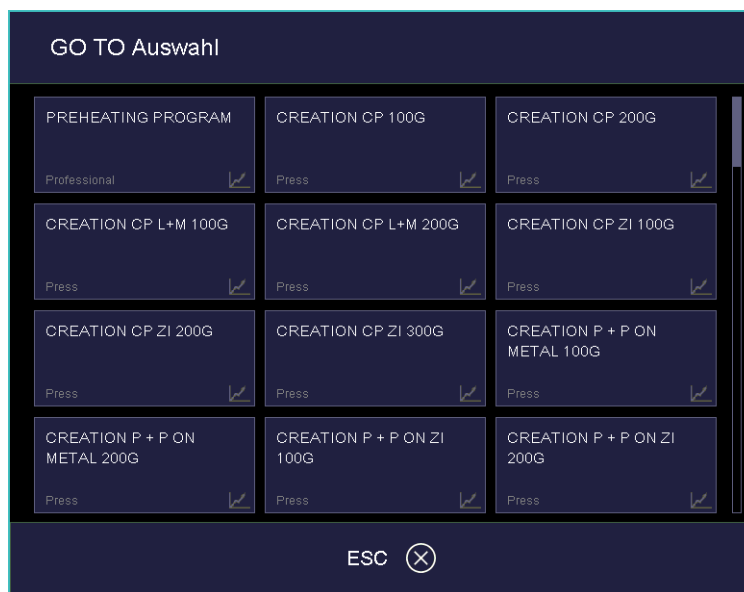

Fig. 5-8 Fenster "GOTO Auswahl" (Beispiel)
• [GO TO]	Öffnet das Fenster "GO TO Auswahl". Siehe Fig. 5-8. Sie können ein anderes Programm innerhalb des Sets auswählen.
- [GO TO] Öffnet das Fenster "GO TO Auswahl". Siehe Fig. 5-8. Sie können ein anderes Programm innerhalb des Sets auswählen.